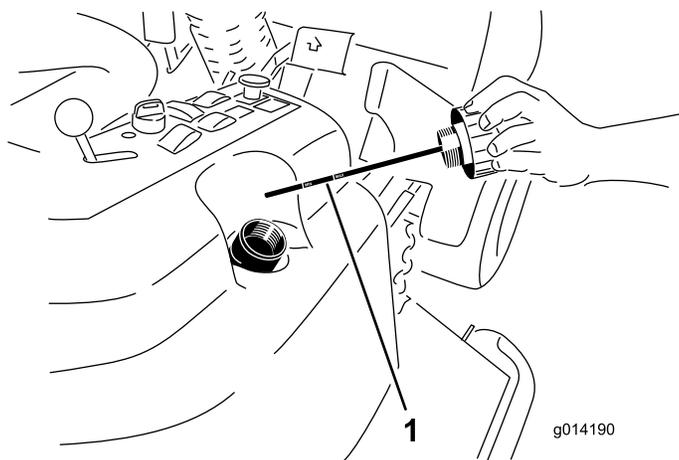

Figure 50
4. Enlevez le bouchon (Figure 50) du goulot de remplissage du réservoir hydraulique.
5. Retirez la jauge et essuyez-la sur un chiffon propre (Figure 50).
6. Vissez la jauge dans le goulot de remplissage, ressortez-la et vérifiez le niveau de liquide (Figure 50).